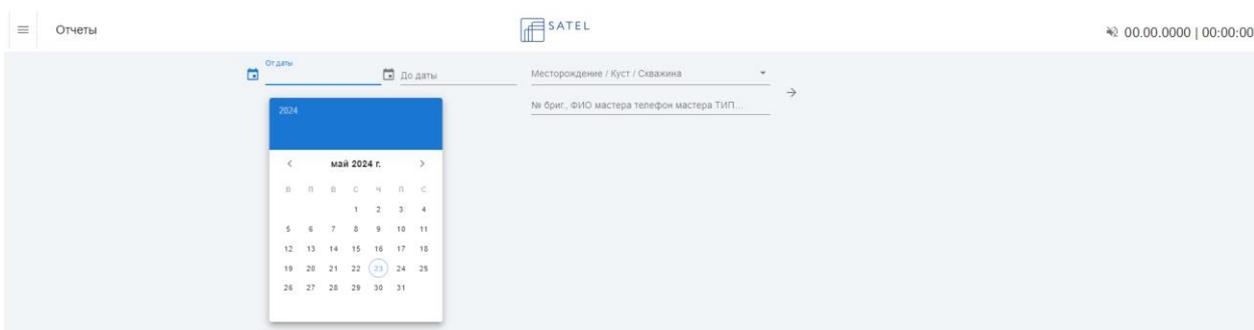

Рисунок 16 – Выбор даты
- блок выбора периода отчета – позволяет с помощью выпадающего календаря выбрать даты «От» и «До», см. рисунок 16.